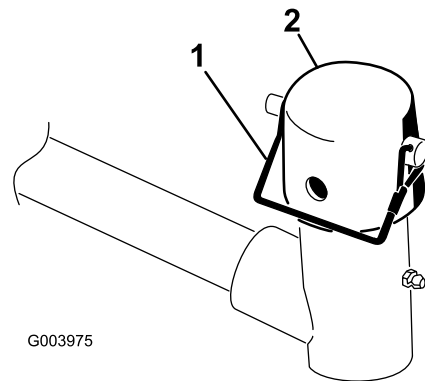

図 6
6. 昇降アームのピボットヨークからスナッパピンとキャップを取る 図 6。
10. スナッパピンを使って、キャップとキャリアフレームのシャフトを昇降アームのヨークに固定する(図 6)。